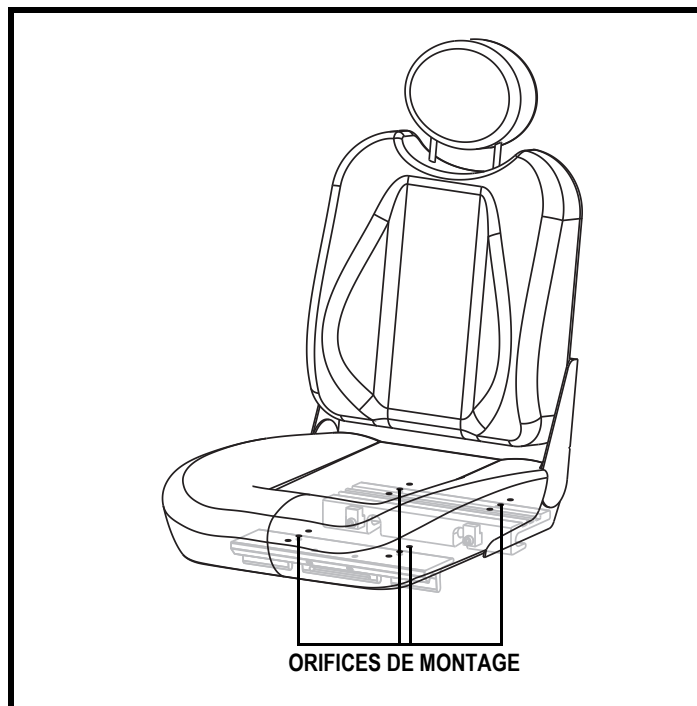

Figure 13. Position du siège
6. Repositionnez les montants dans un ensemble différent d'orifices de montage. Vous devez régler les montants en ayant un nombre identique d'orifices devant et derrière la fixation sur chaque montant. **Voir la figure 13.**